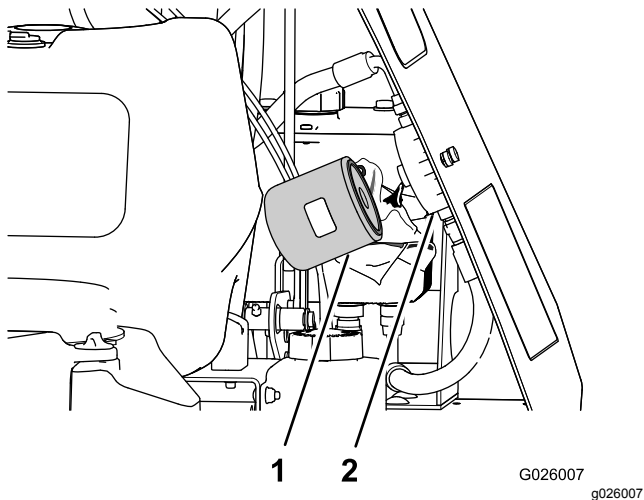

Figura 56
- Gire el filtro hidráulico auxiliar en sentido antihorario y retírelo de la base de su adaptador (Figura 56). Deje que se drene el fluido.
- Para instalar el filtro, gírelo en sentido horario en el adaptador del filtro hasta que la junta entre en contacto con el adaptador, luego apriete el filtro entre 2/3 y 3/4 de vuelta más (Figura 56).